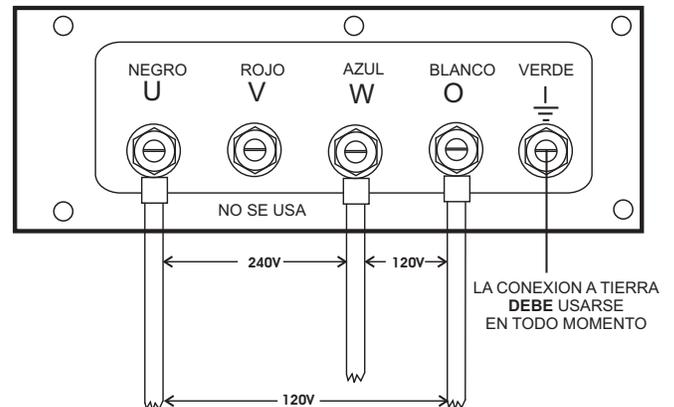

Figura 30. Contactos de las terminales UVW conexiones 1Ø-240V/120V
2. Conecte los alambres de carga a los **contactos de las terminales de salida** como se muestra en la Figura 30.